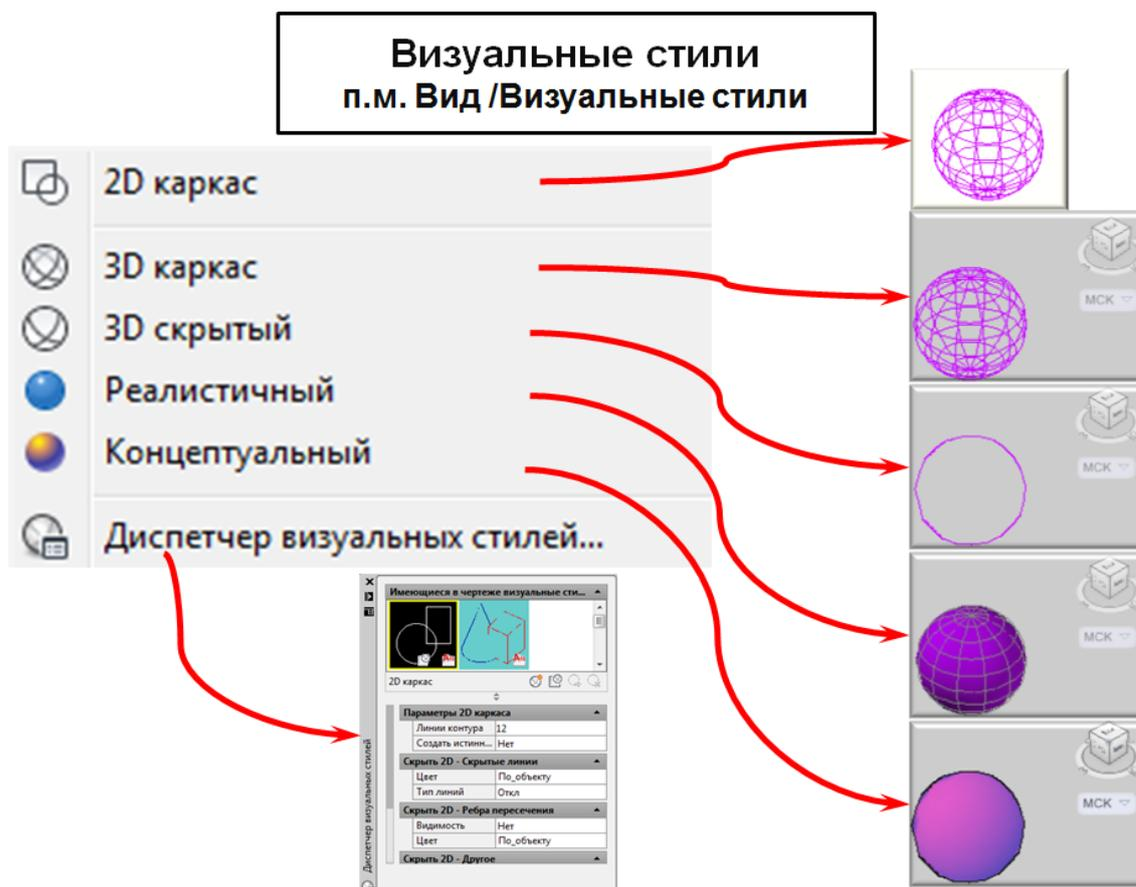

Рис.3.4. Стиль отображения вида.
**Пример 2.** Задать точку A в середине верхней грани параллелепипеда, используя фильтры (рис. 3.4).